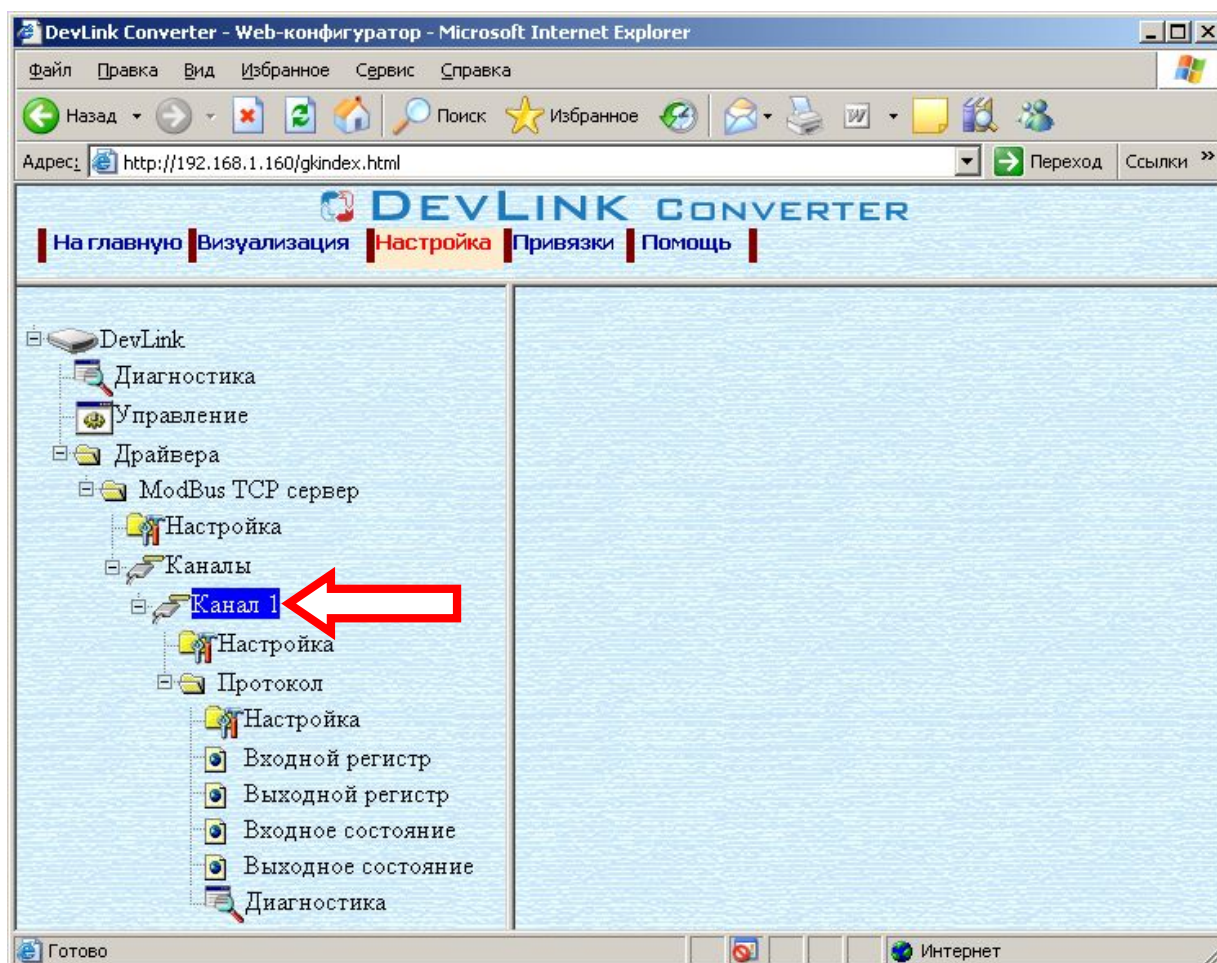

Рисунок 3.3 – Поддерево нового канала драйвера
- Нажмите на кнопку «*Добавить канал*». В результате будет произведено добавление канала (рисунок 3.3).
Дерево объектов будет обновлено. Папка «Каналы» драйвера должна содержать поддерево, относящееся к новому каналу (рисунок 3.3).